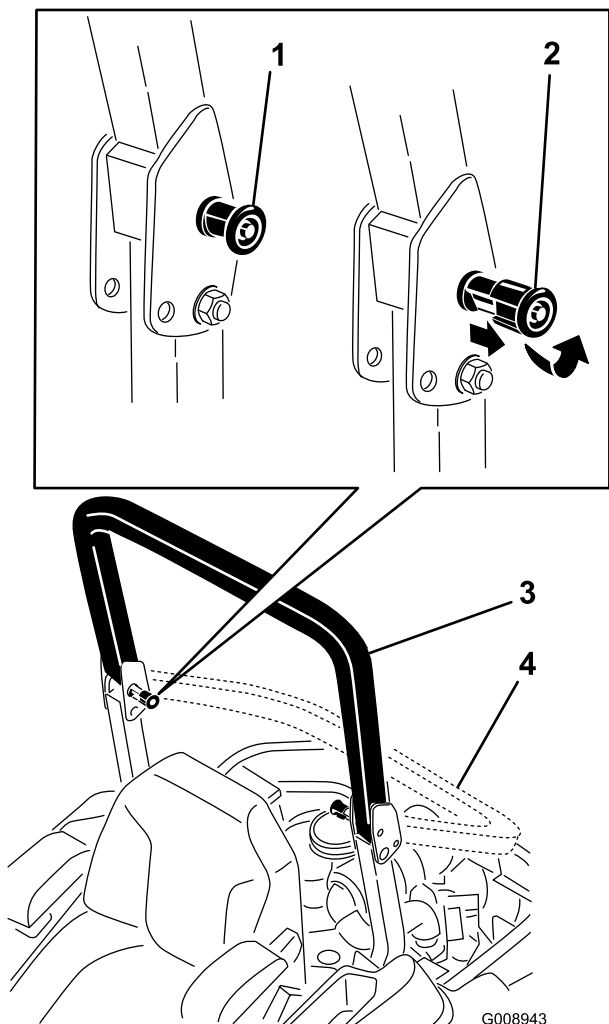

Figura 6
2. Tire de ambos pomos hacia fuera y gírelos 90° para desengranarlos (Figura 6).
3. Coloque la barra antivuelco en la posición de bajada (Figura 6).
- Para elevar la barra anti-vuelco, suba la barra a la posición de uso, y gire los pomos para que se introduzcan parcialmente en las ranuras (Figura 6).
- Eleve la barra a la posición vertical, presionando sobre la parte superior de la misma; las clavijas encajarán en cuanto se alineen con los orificios (Figura 6). Presione sobre la barra para asegurarse de que las clavijas han quedado encajadas.